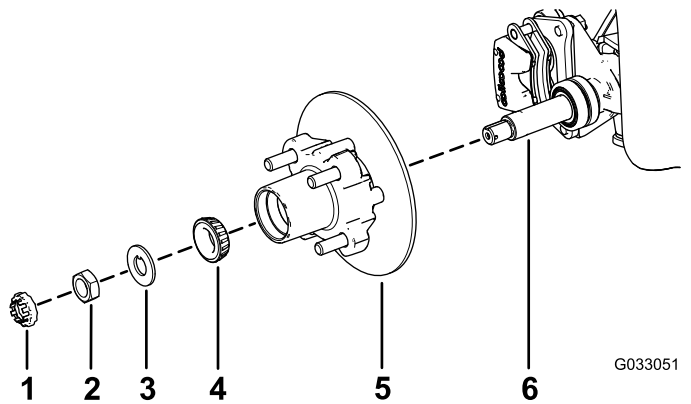

Рисунок 30
- Нанесите тонкий слой консистентной смазки указанного типа на ось (Рисунок 30).
- Установите ступицу и тормозной диск на ось так, чтобы тормозной диск был внутри (Рисунок 30).
- Установите наружный подшипник на ось и в наружное кольцо (Рисунок 30).
- Установите стопорную шайбу на ось (Рисунок 30).
поворачивая ступицу так, чтобы подшипник был посажен на место (Рисунок 30).
- Совместите тормозные колодки с обеих сторон тормозного диска (Рисунок 26) с отверстиями в кронштейне суппорта и отверстиями в креплении тормоза на цапфе (Рисунок 30).